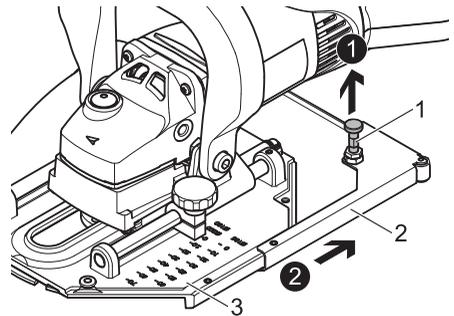

Abb. 18: Schutzgehäuse in Position Eckenschnitt demontieren
- Den Rastbolzen (1) nach oben ziehen (→ Abb. 18: Schutzgehäuse in Position Eckenschnitt demontieren; Seite 35).
3. Das Schutzgehäuse (2) von der Führungsplatte (3) nach hinten abziehen (→ Abb. 18: Schutzgehäuse in Position Eckenschnitt demontieren; Seite 35).